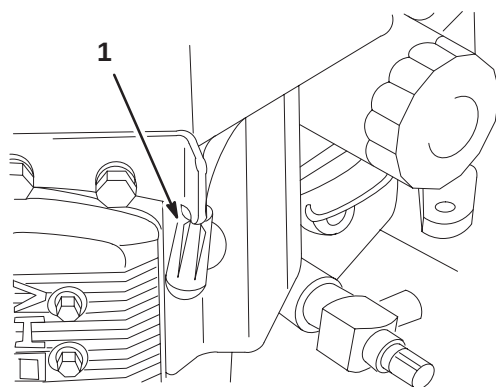

Figure 39
3. Connectez les fils aux bougies (Fig. 39).